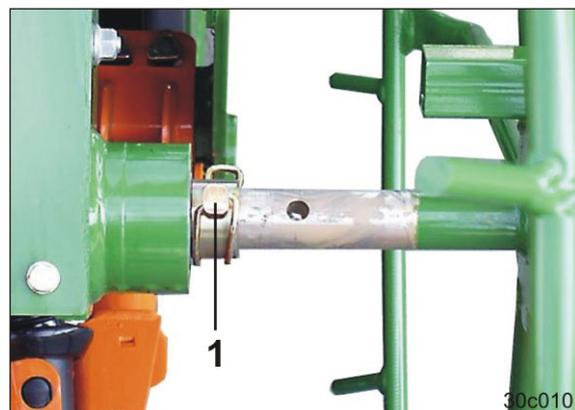

Fig. 146
2. Das Spornrad in den Antrieb stecken und mit einem Klapstecker (Fig. 146/1) sichern